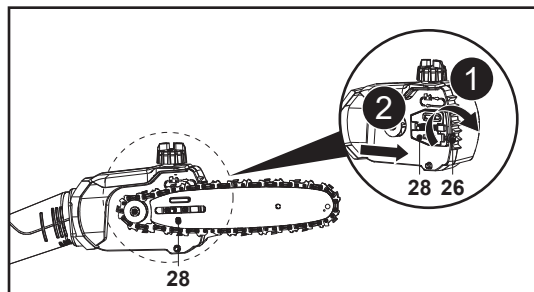

Rys. 8
7. Kierunek ruchu łańcucha jest wskazywany przez symbol strzałki. Upewnić się, że łańcuch tnący (20) jest prawidłowo założony na koło zębate (19a) prowadnicy (19) (rys. 8).